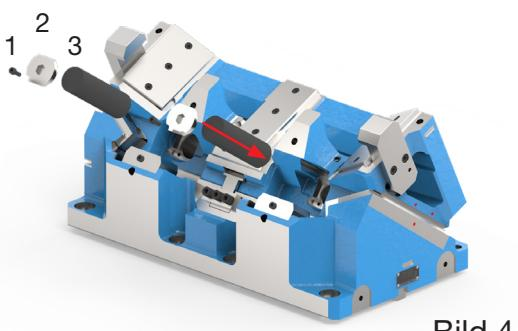

Bild 4
Führen Sie die Gasdruckfeder (3) in die dafür vorgesehene Bohrung (Bild 4). Stecken Sie den Bajonetverschluss (2) in die vorgesehene Öffnung und verdrehen ihn um 90°. Anschließend schrauben Sie die Sicherungsschraube (1) ein und ziehen sie mit 33 Nm an.